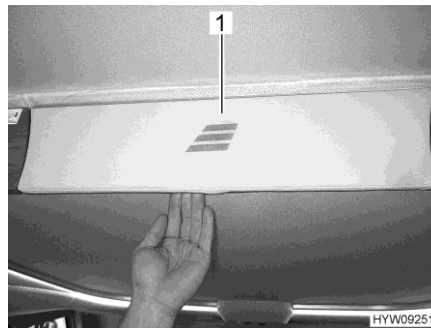

Fig. 106 Cache (lit escamotable)
- Tirer le cache (Fig. 106,1) pour déverrouiller le lit escamotable.